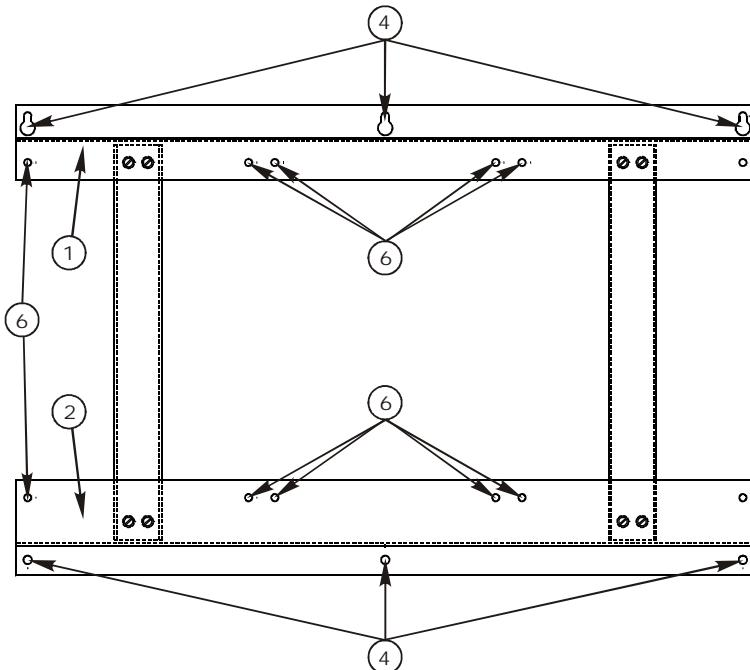

Рисунок 1 – Рама для установки стабилизаторов СКм-2200
4.2 Используя составные части МК7 КСДП.687445.002, собрать раму (рисунок 1) в следующей последовательности: